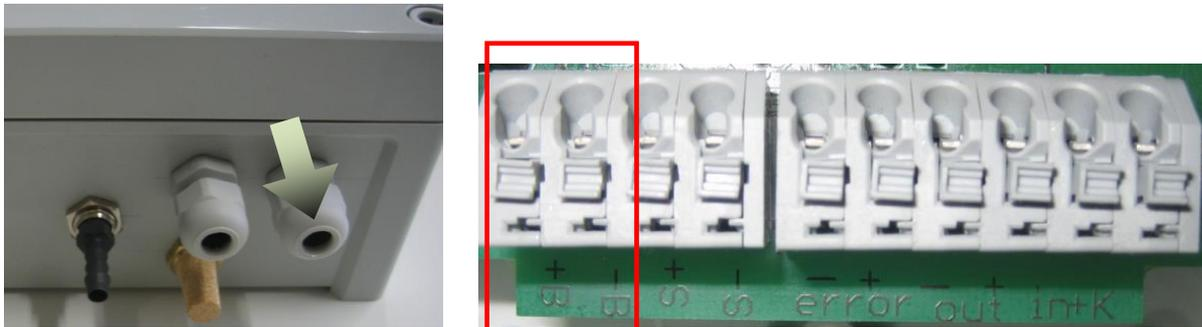

Fig. 21 : Borne de connexion pour l'alimentation électrique
5. Faites passer les câbles de connexion équipés de terminaisons de fil par un des passages de câbles du boîtier et attachez chaque câble à la borne correspondante à l'intérieur de l'unité de pompe et de contrôle (c. f. fig. 21). '+B' sera connecté au pôle positif et '-B' au pôle négatif.